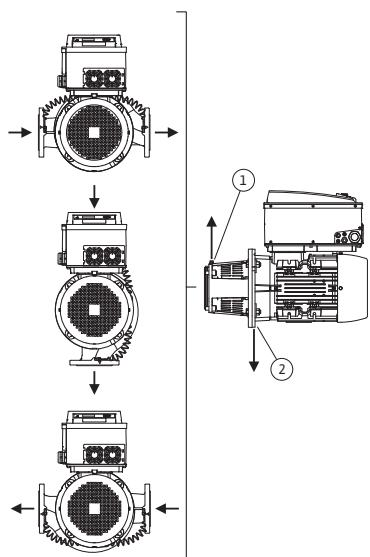
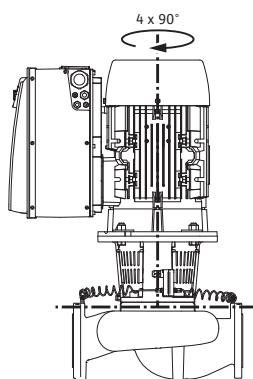

Fig. 18. Допустимі монтажні положення з горизонтальним розташуванням вала двигуна
Fig. 19. Допустимі монтажні положення з вертикальним розташуванням вала двигуна
Прийнятні монтажні положення з горизонтальним розташуванням вала двигуна й електронного модуля додори ( $0^\circ$ ) представлено на Fig. 18. На зображені прийнятні монтажні положення з боковим розташуванням електронного модуля ( $+/-90^\circ$ ). Прийнятним є будь-яке монтажне положення, крім «Електронний модуль донизу» ( $-180^\circ$ ). Видалення повітря з насоса гарантовано лише тоді, коли вентиляційний клапан звернено додори (Fig. 18, поз. 1). Тільки в такій позиції ( $0^\circ$ ) конденсат, що утворюється, спрямовано може виходити через наявні отвори, ліхтар насоса й двигун (Fig. 18, поз. 2). Для цього слід видалити заглушку на фланці двигуна.
Прийнятні монтажні положення з вертикальним розташуванням вала двигуна зображені на Fig. 19. Допустимим є будь-яке монтажне положення, крім «Двигун донизу».
- Коли вал двигуна розташований горизонтально, клапан видалення повітря на ліхтарі (Fig. 6, поз. 1.31) має завжди бути спрямований догори (Fig. 6a: та Fig. 6b:). Коли вал двигуна розташований вертикально, будь-який напрямок є прийнятний. Див. також Fig. 18. «Допустимі монтажні положення з горизонтальним розташуванням вала двигуна» на сторінці 25 або Fig. 19. «Допустимі монтажні положення з вертикальним розташуванням вала двигуна» на сторінці 25.
- У випадку горизонтального розташування вала двигуна отвір для конденсату має обов'язково бути звернений донизу (Fig. 18, п. 2). За необхідності двигун слід відповідно повернути.